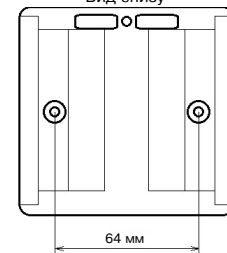

Рисунок 1 - Блок управления системы
7.7 По необходимости закрепите блок управления, вскрыв отверстия в основании корпуса (рисунок 1).